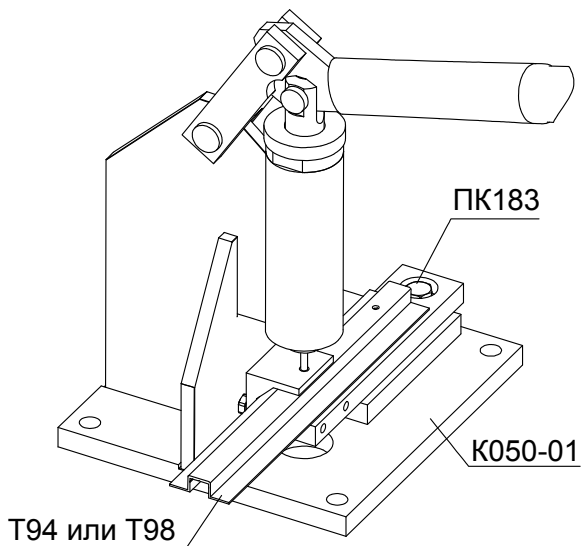

Рис. 13.1
13.4 В омегаобразных профилях Т94 и Т98 рекомендуется предварительно пробивать отверстия Ø3,5 с шагом 250...300 мм рычажным пробойником К050-01 с комплектом инструмента ПК183. Это значительно упростит крепление омегаобразного профиля саморезами (см. рис.13.1).